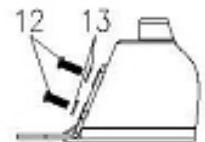

Abb. 3
SCHRITT 8: 3 Stützen am Fuß befestigen. (Detail Abb. G) Nägel oder Bolzen verwenden, abhängig vom Terrassenboden, um den Fuß am Boden zu befestigen. (Siehe Abb. 3)